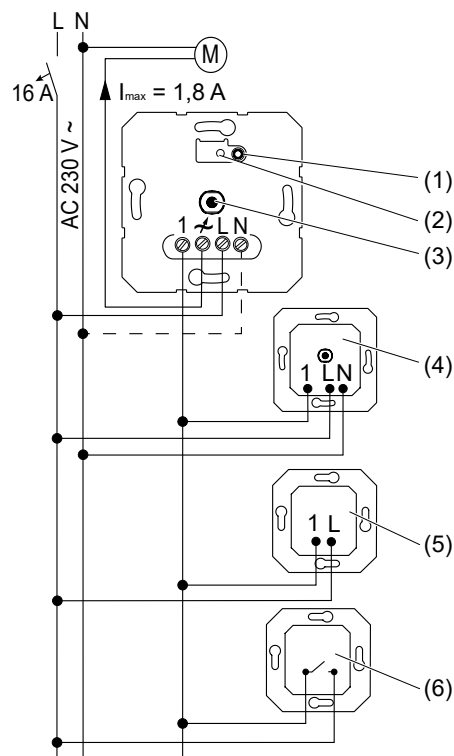
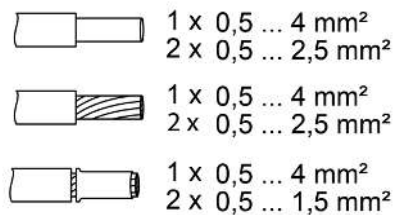

Bild 1: Anschlussplan mit optionalen Nebenstellen
Bild 2: Klemmbare Leiterquerschnitte
- Gerät laut Schaltplan (siehe Bild 1) anschließen. Dabei klemmbare Leiterquerschnitte (siehe Bild 2) beachten
- i** Durch kurze Betätigung der Taste **Test** (1) kann der Motor geschaltet werden.